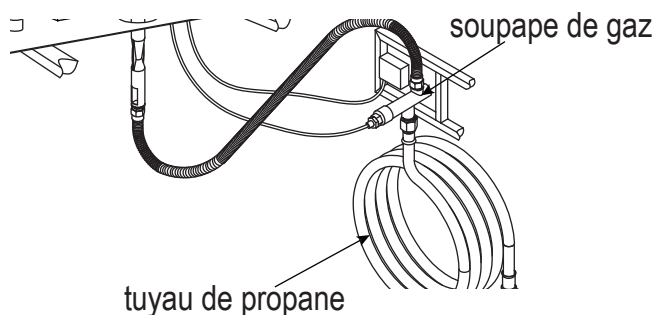

Figure 9
1. Débranchez le tuyau de propane de la vanne de gaz (voir figure 9).